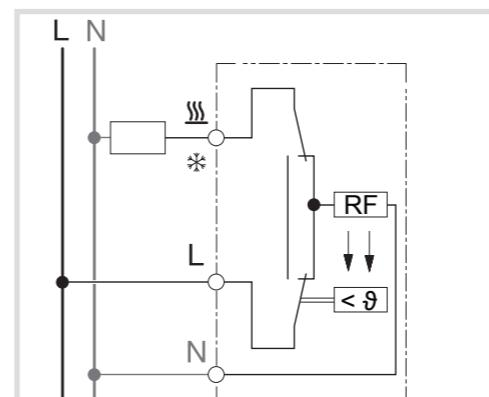

Bild 4: Elektrischer Anschluss
- Regler gemäß Anschlussplan anschließen (Bild 4). Klemmebeschriftung beachten.
- Schaltwippe (2) gemäß Abbildung in der entsprechende Aufnahmehöhung montieren.
- Rahmen (3) aufsetzen und lagerichtig über Zentralstück (4) mit Befestigungsschraube (5) fixieren.
- Regulierknopf (6) aufstecken.